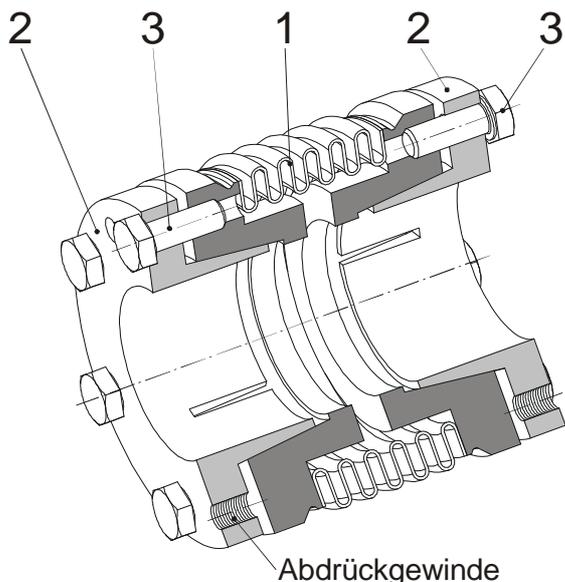

Bild 1: Type 931.311
Montage der Kupplung Type 931.311 (Bild 1)
In den Konusbuchsen (2) befinden sich zur Demontage zwei (bei Größe 5 vier) Abdrückgewinde (Bild 1). Nachdem alle Sechskantschrauben (3) gelöst sind, können die Konusbuchsen (2) mit drei der Sechskantschrauben (3) aus den Naben des Metallbalges (1) herausgedrückt werden. Zur Demontage der Klemmnaben (4.1) müssen lediglich die Zylinderschrauben (5) gelöst werden. Bevor die An- und Abtriebsseite zum Abnehmen der Kupplung auseinandergelöst werden, muss sichergestellt sein, dass die Welle-Nabe-Verbindungen gelöst sind, um eine Beschädigung des Metallbalges zu vermeiden.